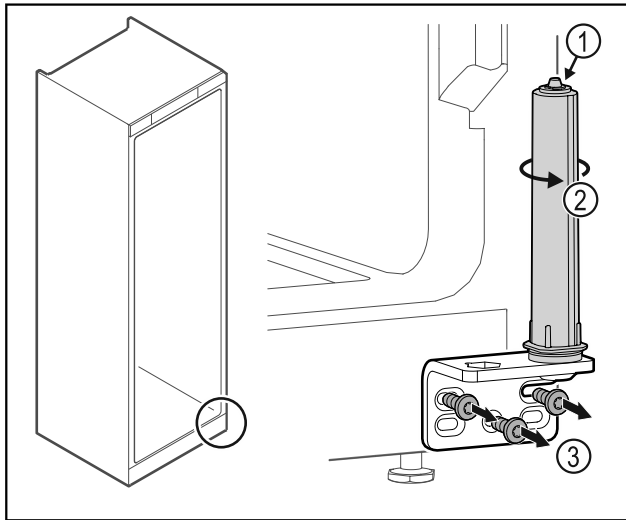

Fig. 37
- Ne pas désassembler le système de fermeture de la porte Fig. 37 (1).
- ▶ Tourner le système de fermeture Fig. 37 (2) jusqu'à entendre un clic.
- ▶ Dévisser l'équerre de la charnière Fig. 37 (3).